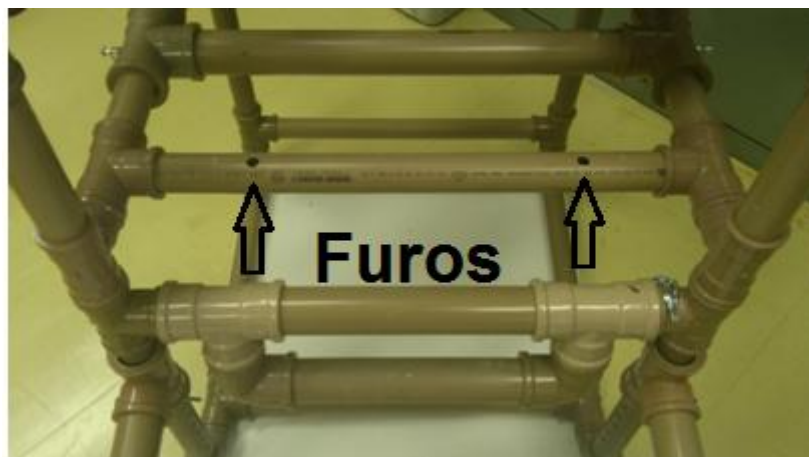

Figura 81. Fixação do assento - Passo 4
- Passo 4: Faça dois furos passantes com a broca de 10 mm no cano de 434X40 mm da montagem final , conforme a figura 81;